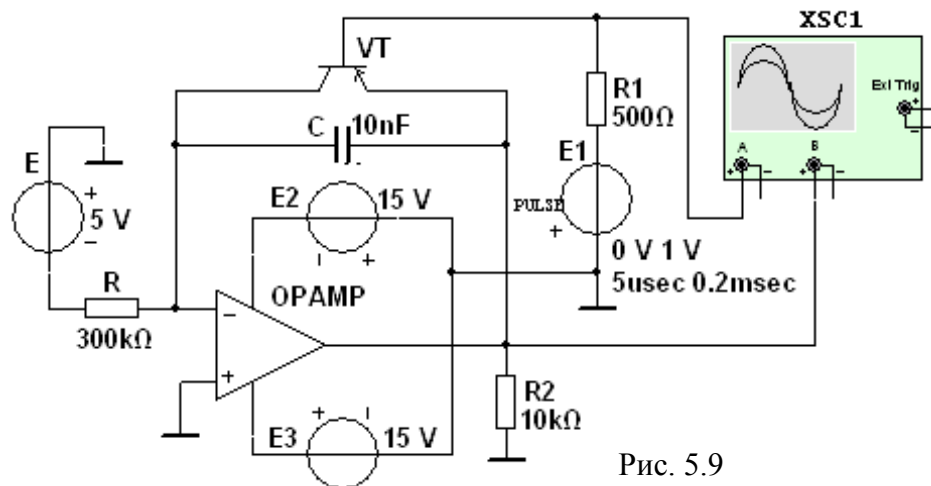

Рис. 5.9
8. Укажите, чем определяется максимальное значение выходного напряжения ГЛИН на ОУ (см. рис. 5.9)?